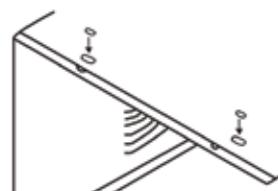

FIG. 6
9. Agregue dos inserciones de espuma a los orificios en la parte superior del gabinete de donde se quitaron los tornillos de envío. (Vea la Fig. 6)
1. Fije la junta de espuma en el ángulo superior sobre los orificios como se muestra en la Fig. 6 en la página anterior.